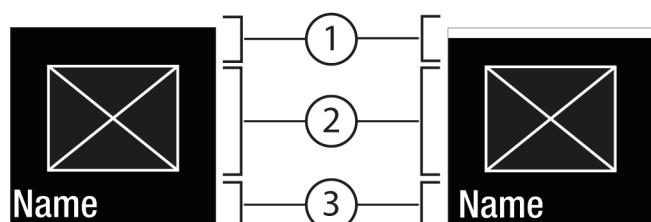
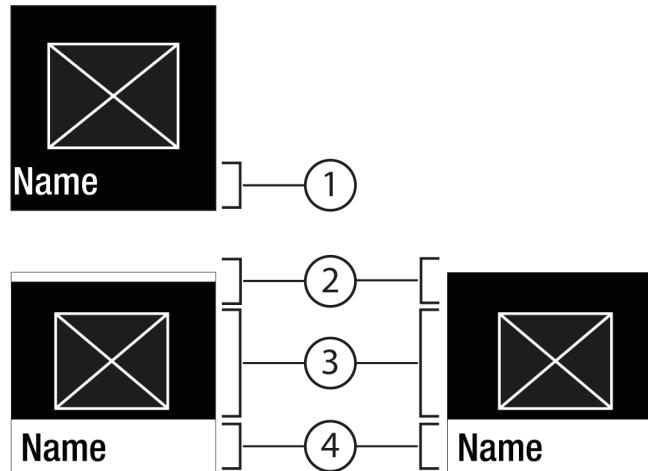

Fig. 6
Fig. 7
- С помощью Подтвердить *Fig. 5 (2)* вызвать Подменю *Fig. 7 (4)*.
- Установка нового значения: С помощью Подтвердить *Fig. 5 (2)* выбрать деактивированное значение *Fig. 6 (1)*.
- Назад в меню: С помощью Подтвердить *Fig. 5 (2)* выбрать уже активированное значение *Fig. 6 (2)*.
- ▷ Состояние: активировано *Fig. 6 (1)* появляется недолго в Подменю *Fig. 7 (4)*.